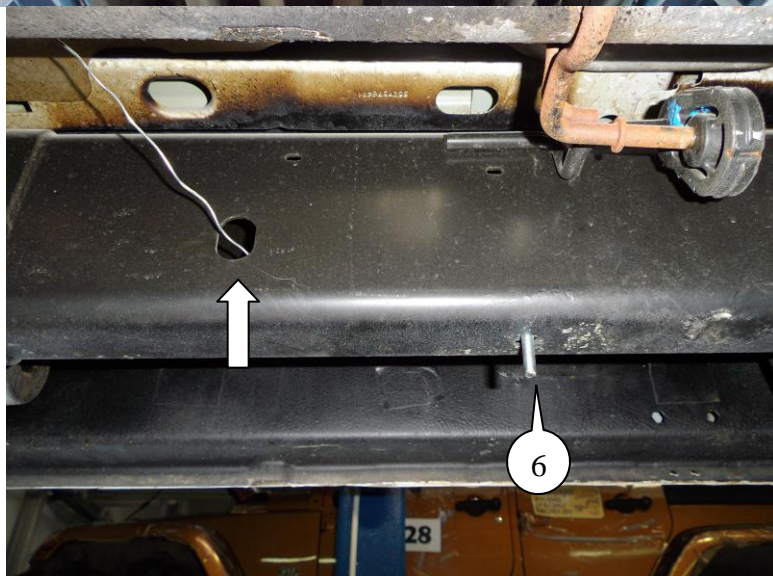
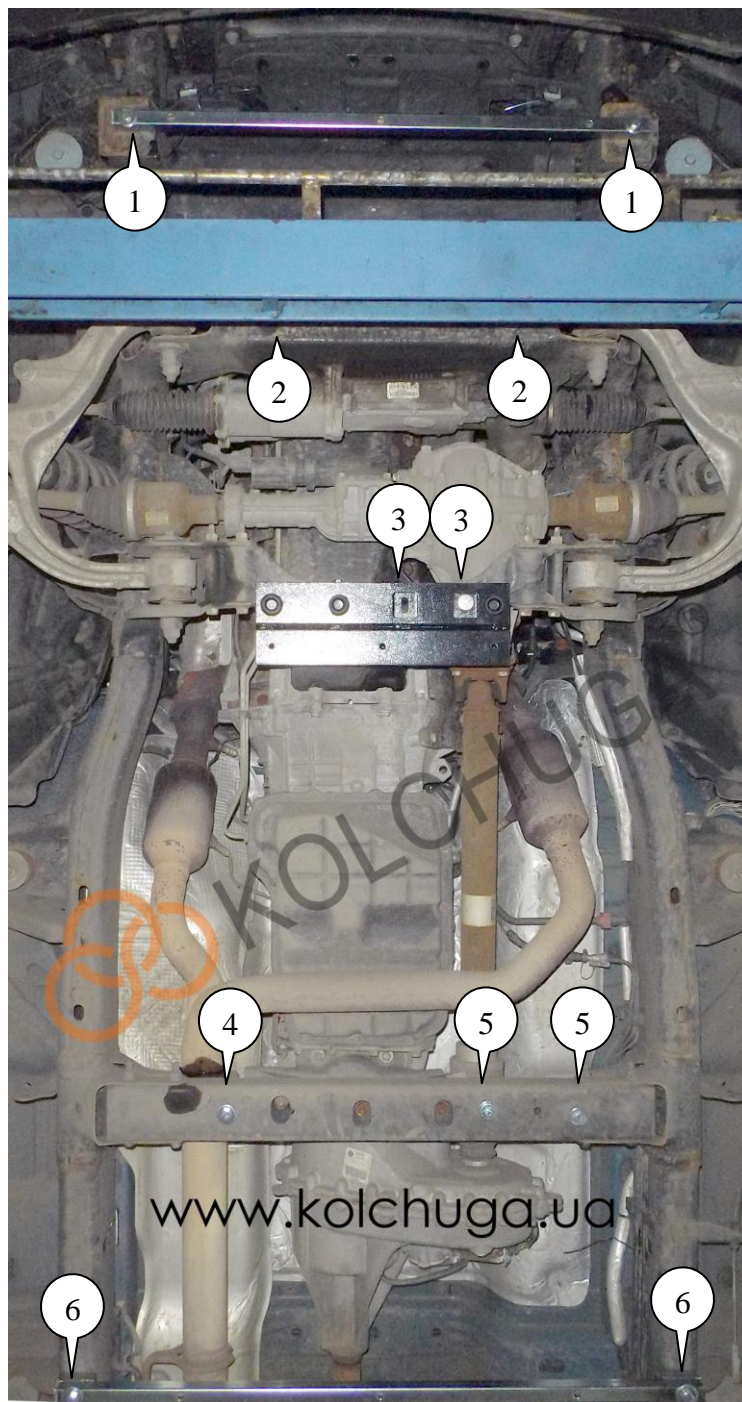

Рис. 3
Рис.1
1. Установить балку 4 в отверстия поз.1 болтами 9 через планки 20, рис.1.
2. Установить планки 19 над штатными отверстиями передней балки крепления передних рычагов (поз.2) и наживить болты 12 с шайбами 16, 17 и гроверами 18, рис.1.
3. Прикрутить кронштейн 6 к задней балке крепления передних рычагов с помощью болтов 7 с шайбами 14, 15 и гаек 22 (поз.3), дополнительно прикрутить кронштейн 6 с торцевой части болтом 10 с шайбами 15, 16, рис.1.
4. Установить планку 19 над штатным отверстием балки КПП и наживить болт 12 с шайбами 16, 17 и гровером 18 (поз.4), рис.1.
5. Наживить болты 8 с шайбами 15, 16 в штатные гайки балки КПП, поз.5, рис.1.
6. Завести через боковые отверстия лонжеронов рис.3 (указано стрелками) и установить крепеж 21 над штатными отверстиями лонжеронов (поз.6) и прикрутить балку 5 с помощью гаек 23 с шайбами 15, 16, рис.1.